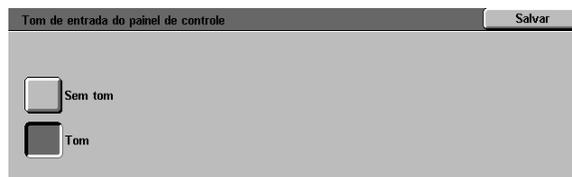

Figura 40: tela Tom de entrada do painel de controle
- Para o Tom de entrada do painel de controle (Figura 40), toque em **Sem tom** ou **Tom**.